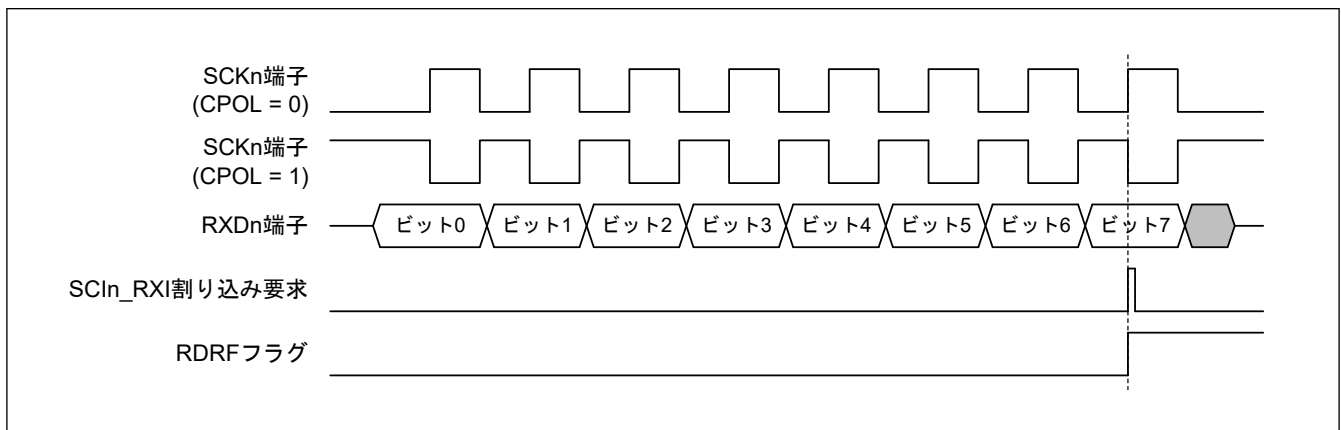

図 28.122 簡易 SPI モードにおける SCIn_RXI 割り込みの発生タイミング (クロック遅れあり)
- クロック遅れあり (CCR3.CPHA ビット = 0) では、図 28.122 に示すように、SCKn 端子の最終クロックエッジ手前のクロックエッジで受信データフル割り込み (SCIn_RXI) が発生します。CCR0 レジスタの TE ビットと RE ビットを SCKn 端子の最終クロックエッジより前に 0 にすると、SCKn 端子出力が高インピーダンスとなり、送受信クロックの最後のクロックパルス幅が短くなります。また、SCIn_RXI 割り込みの発生によって、SCKn 端子の最終クロックエッジより前に接続先スレーブの SSn 端子入力信号が High になった場合、スレーブが誤動作する可能性があります。